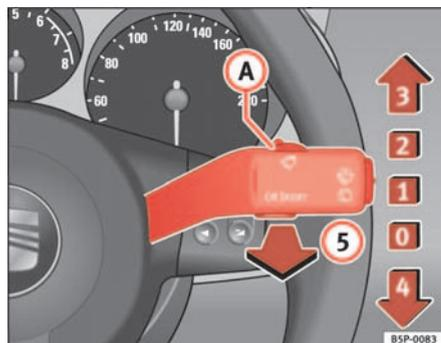

Fig. 84 Levier d'essuie-glace et de lave-glace
Le levier d'essuie-glace ⇒ fig. 84 est doté des positions suivantes :
- Si le véhicule s'arrête lorsque le cran ⇒ page 126, fig. 84 ② ou ③ a été sélectionné, le cran immédiatement inférieur est sélectionné. Si le véhicule repart, le cran sélectionné précédemment est à nouveau sélectionné